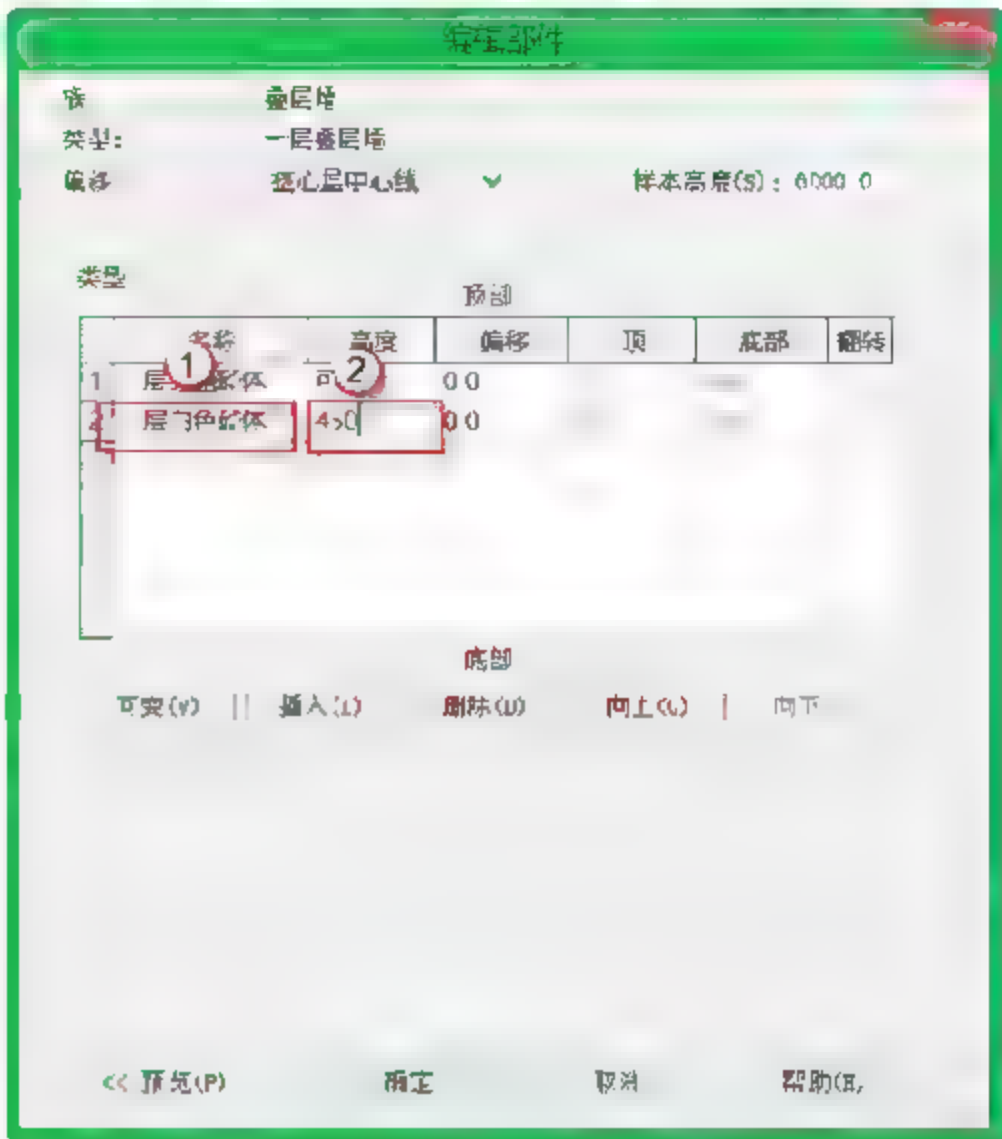

图 10.1.27 添加固定高度“一层白色砌体外墙”
(4) 添加固定高度“一层白色砌体外墙”。单击“名称”参数下第二行单元格的下拉按钮，选择“一层白色砌体外墙-300mm”，将其高度改为“450mm”，如图 10.1.27 所示。